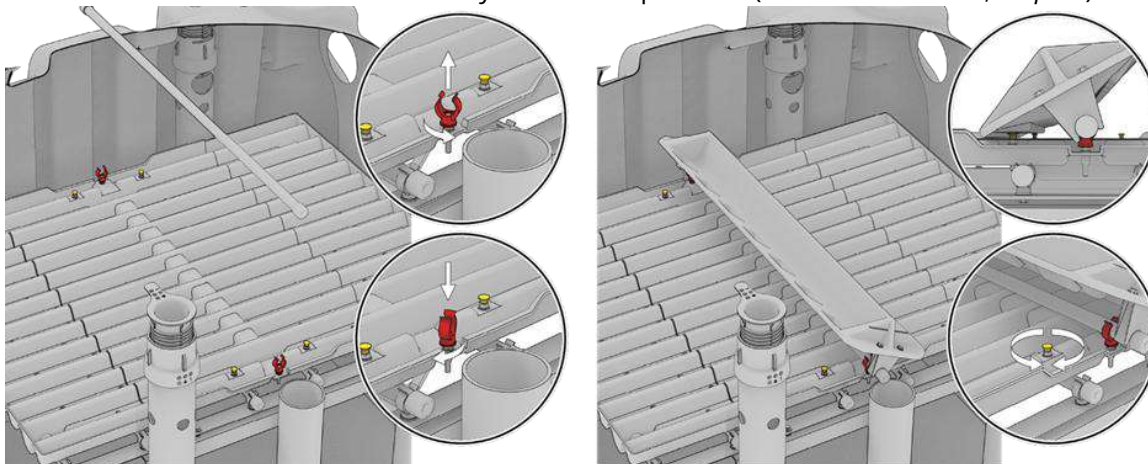

Fig. 57: Ajuster la planéité du système de répartition
4. Si nécessaire, ajuster l'alignement de l'axe support de l'auget basculant à l'aide des deux colliers plastiques (en rouge sur Fig. 57). Le cas échéant, ajuster la position des taquets (en jaune sur Fig. 57) afin que l'auget soit en contact avec les deux à chaque basculement (2 taquets de part et d'autre de l'axe support).